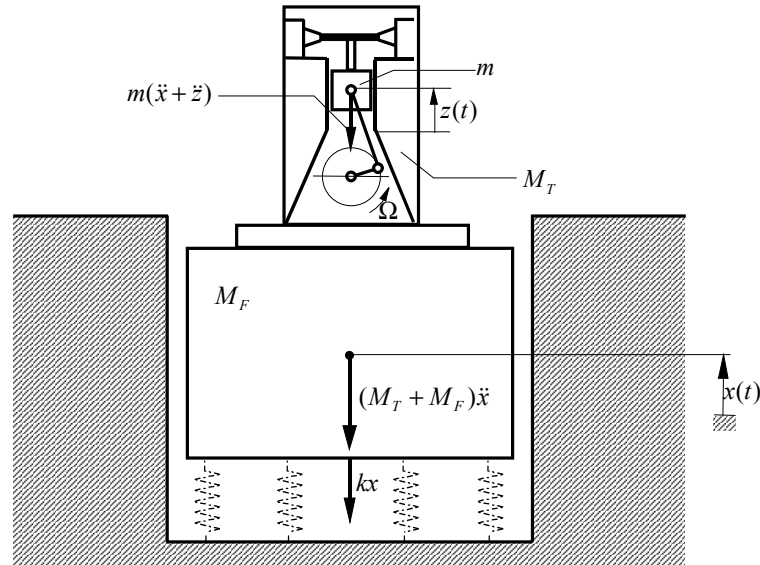

Figura 4
Le forze agenti sul sistema durante il movimento sono evidenziate in Figura 4.
- in Figura 4 sono state omesse le forze peso, in quanto tali forze risultano in ogni istante equilibrate dalle forze elastiche che si generano a causa delle deformazioni statiche delle molle);